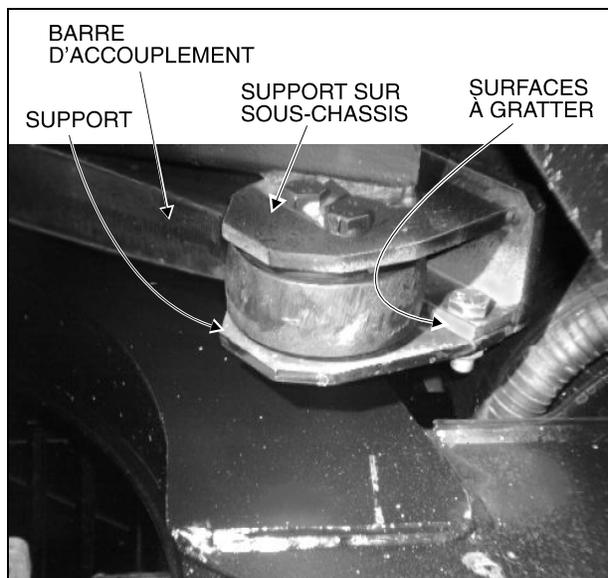

FIGURE 2
2. Gratter l'enduit de protection jusqu'au métal nu sur les deux surfaces qui sont en contact (support et support sur sous-chassis (Fig. 2)).